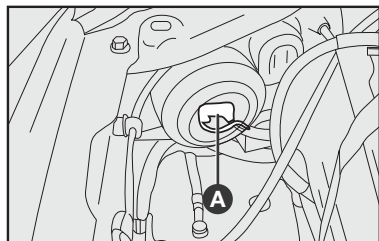

fig. 18
- 1) Soltar o conector **A**—**fig. 18** de alimentação da lâmpada.
7) Recolocar o conector de alimentação da lâmpada **A**—**fig. 18**.